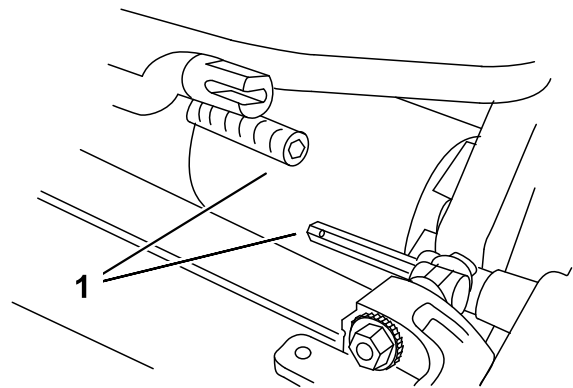

Figura 7
3. Spingete l'apparato di taglio sotto il trattorino e a sinistra per innestare l'accoppiatore della trasmissione (Figura 7).